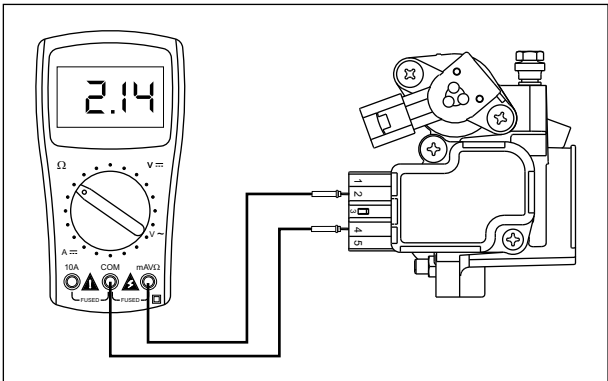

Fig. 5.20
- Desconecte o conector do sensor TPS do sensor. Com o motor frio, conecte o fio positivo “+” do multímetro ao terminal nº 2 e o fio negativo “-” ao terminal nº 4 do sensor de posição do acelerador e meça a resistência. (Fig. 5.20)